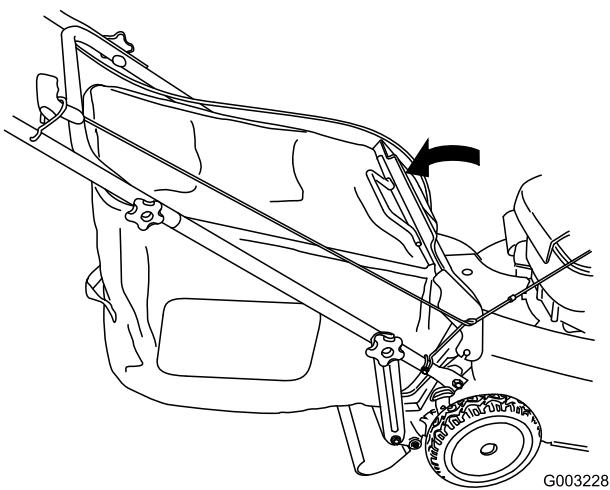

Figura 31
5. Baje la puerta trasera (Figura 31).